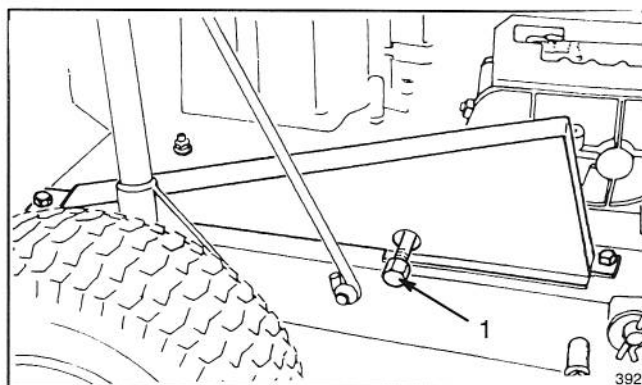

Abbildung 10
5. Den Ablassstopfen entfernen (Abb. 10).